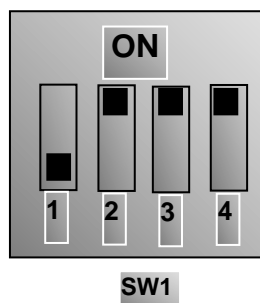

Figure 8-5
- vi. Dort befindet sich ein roter 4 digit Kodierschalter SW1 nahe den Steuerklemmenblock bei 18,5 KW und größer 18,5 KW Geräten, wie in Abbildung 8-5 dargestellt.